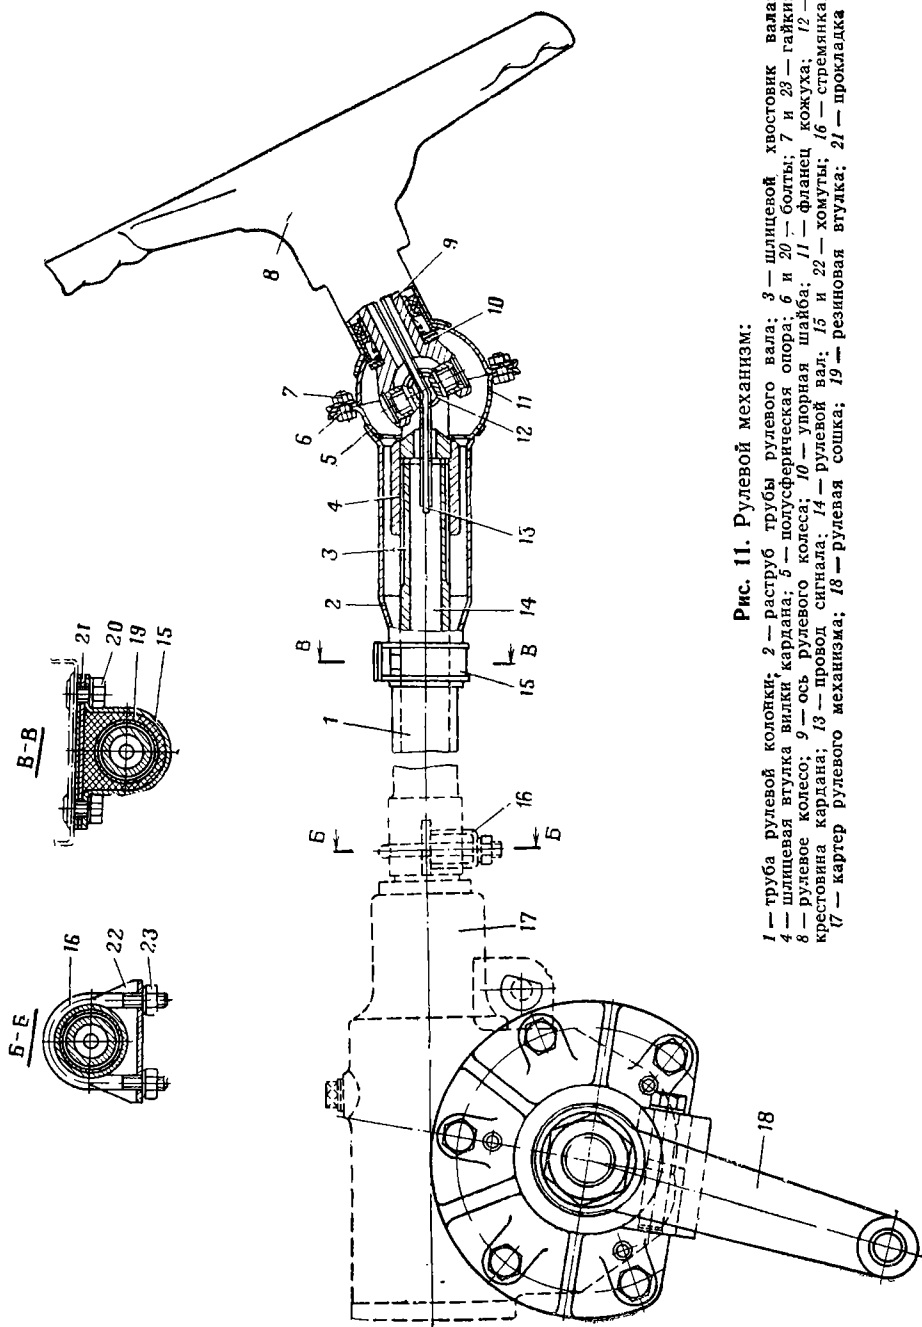

Рис. 11. Рулевой механизм:
6. Вывернуть болты 20 (рис. 11) и снять хомут 15 и прокладку 21. Снять с трубы 1 рулевой колонки резиновую втулку 19.
7. Установить трубу 1 (рис. 11) в сборе в шлицы картера 17 рулевого механизма. Надеть на трубу стремянку 16, установить хомут 22 и закрепить стремянку гайками 23 с пружинными шайбами.